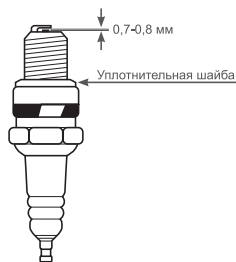

Рис. 20 Обслуживание свечи зажигания
4. Измерьте зазор между электродами свечи зажигания специальным щупом. Зазор должен быть 0,7-0,8 мм (Рис. 20). При увеличении, или уменьшении требуемого зазора, рекомендуется заменить свечу, так как регулировка зазора может привести к изменению качества искрообразования.